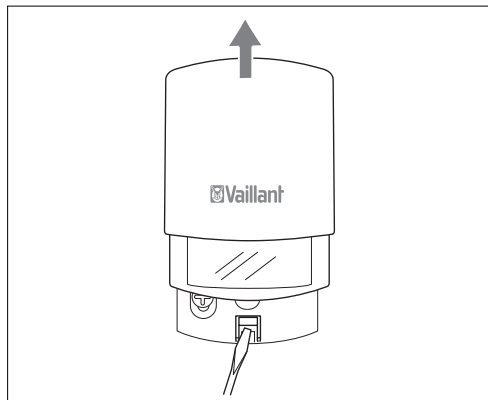

Fig. 3.1 Smontaggio del radiosensore
- ⇒ Introdurre un cacciavite in basso, nella linguetta del supporto murale. Estrarre il radiosensore esterno dal supporto murale sollevandolo (v. fig. 3.1).